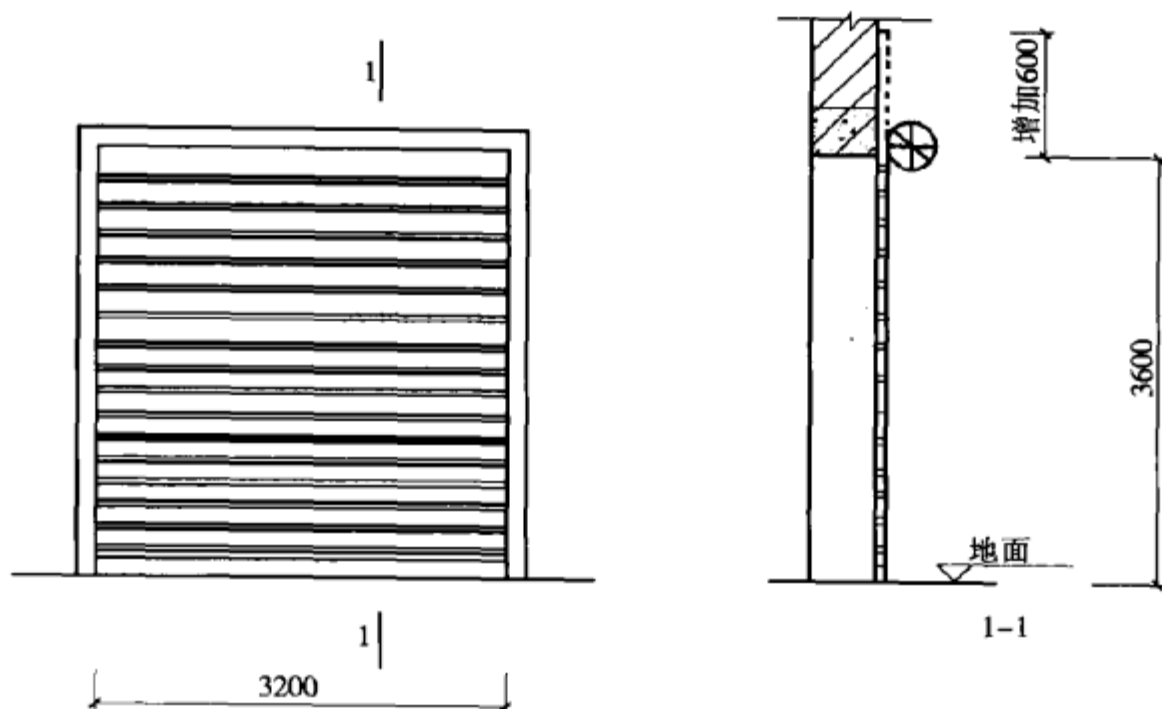

图 4-50 卷帘门示意图
**【例 51】** 根据如图 4-50 所示尺寸求卷帘门工程量。
**【解】** (1) 定额工程量